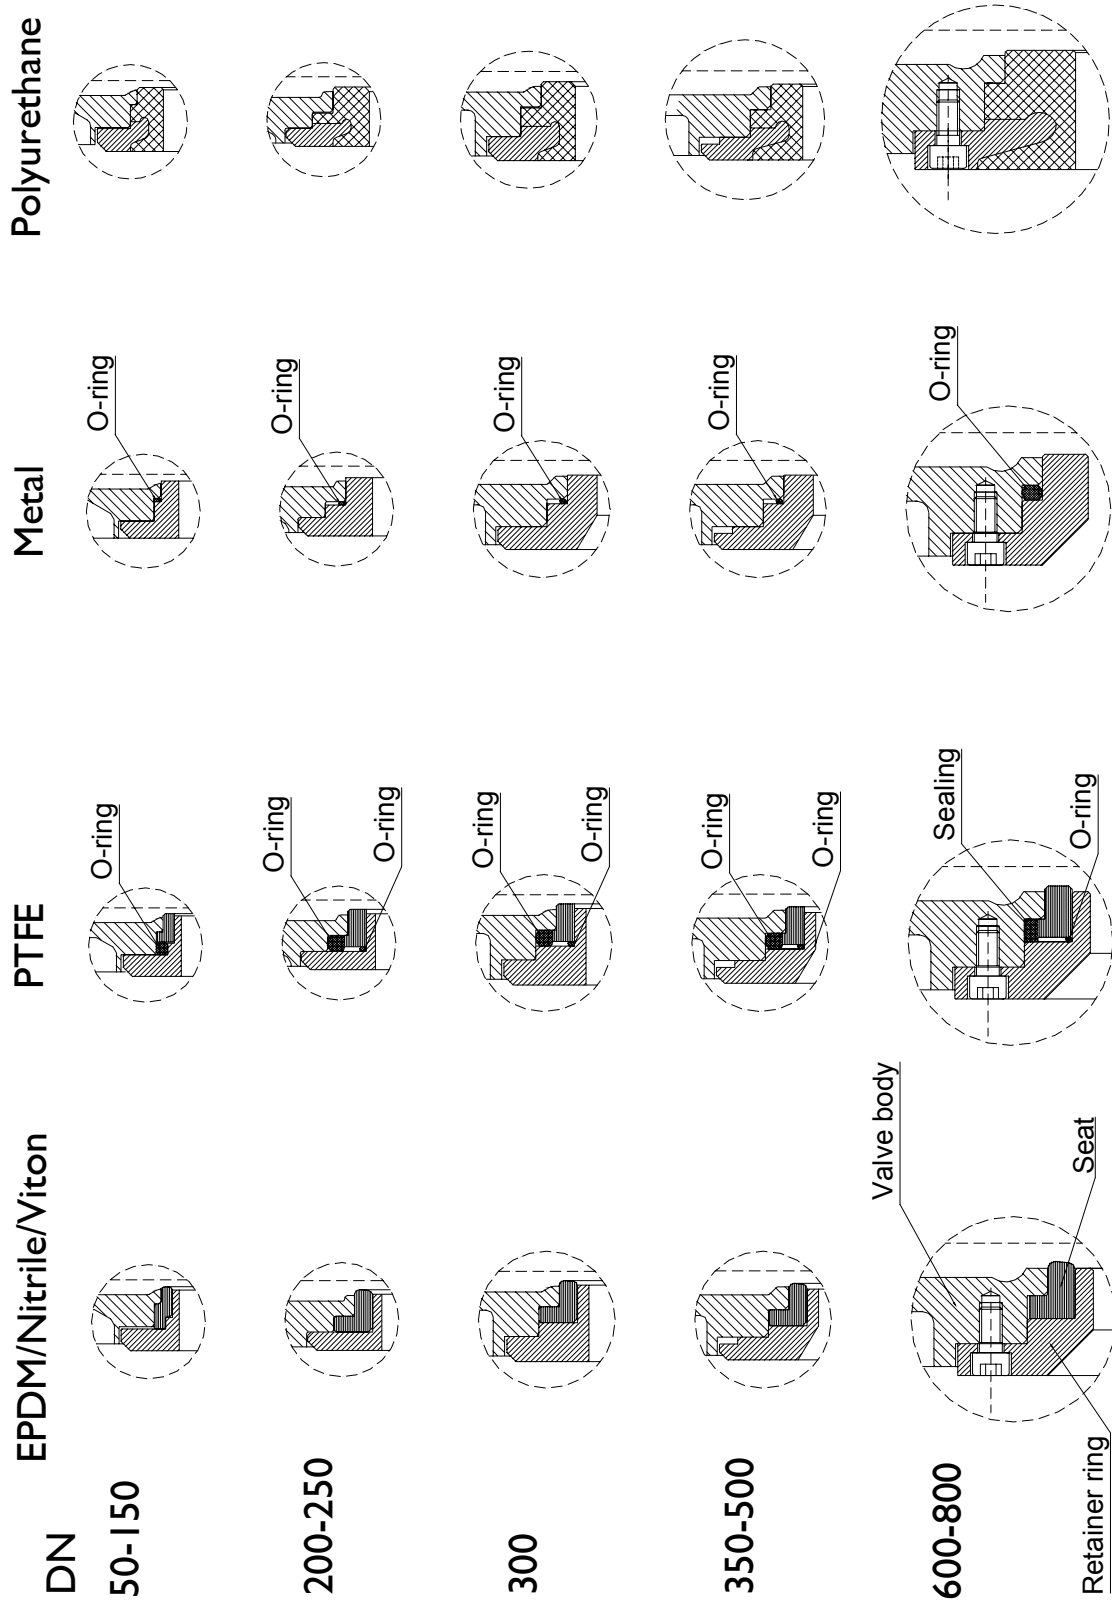

Рисунок 3
6. Установите новое седло **(13)** на уплотнительное кольцо **(12)** и поместите кольцо на корпус клапана **(10a)**. Для седла из PTFE, о-кольца должны быть установлены, см. рис. 3. Смажьте седло и о-кольца синтетической смазкой, чтобы упростить монтаж.